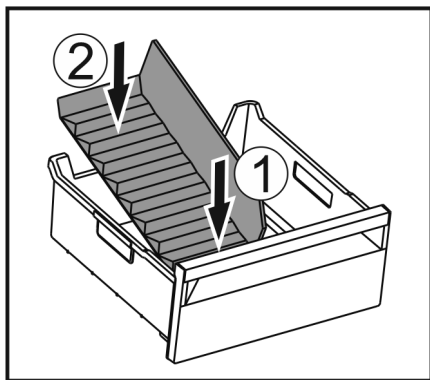

Fig. 250
- Вставити передню частину перегородки відділення для льоду. Fig. 250 (1)
- Опустити задню частину перегородки відділення до дна ящика для кубиків льоду. Fig. 250 (2)